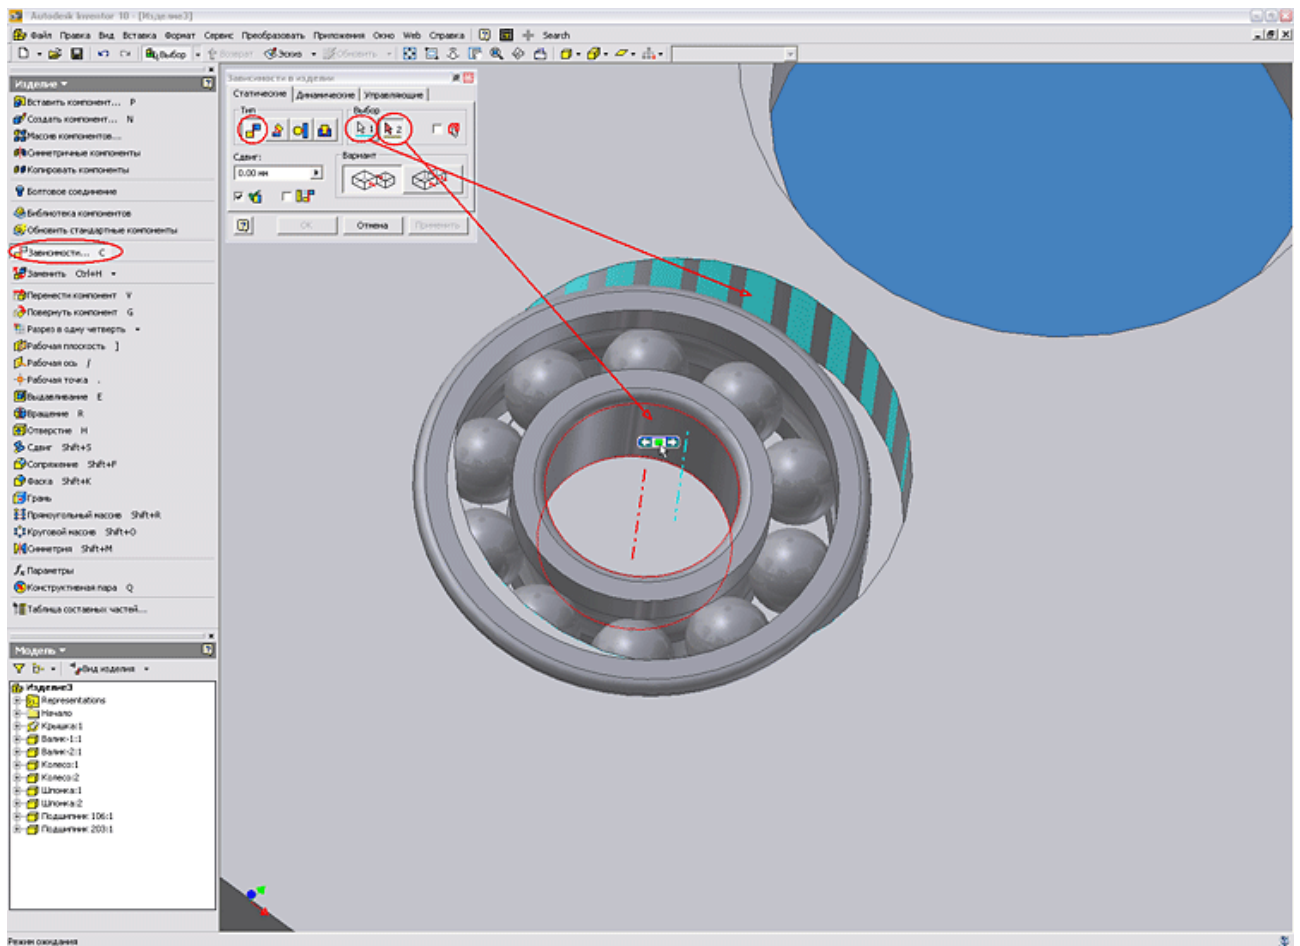

Рис. 6
6. Для позиционирования подшипника соосно с отверстием в крышке, не выходя из диалогового окна, используем ту же самую зависимость «Совмещение», только выбираем не плоскости, а цилиндрические поверхности деталей. Совмещение проводится по осям выбранных цилиндрических поверхностей. Нажимаем кнопку «Применить» (см. Рисунок 6).